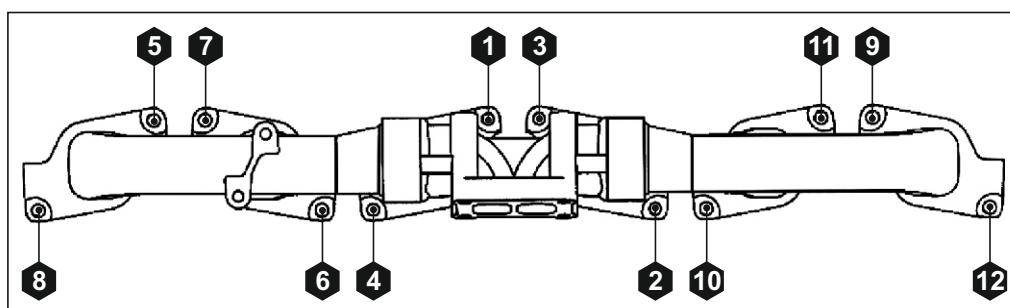

Рис. 134. Порядок затяжки болтов выпускного коллектора.
2. Установить в отверстия (1, 3, 5, 7, 9, 11) (см. Рис. 134) крепления коллектора выпускного на головке блока цилиндров 6 технологических направляющие.
6. Болты крепления коллектора выпускного предварительно затянуть моментом  $20 \pm 4$  Нм и окончательно затянуть моментом  $40 \pm 8$  Нм. Затяжку болтов производить по порядку в соответствии с Рис. 134.